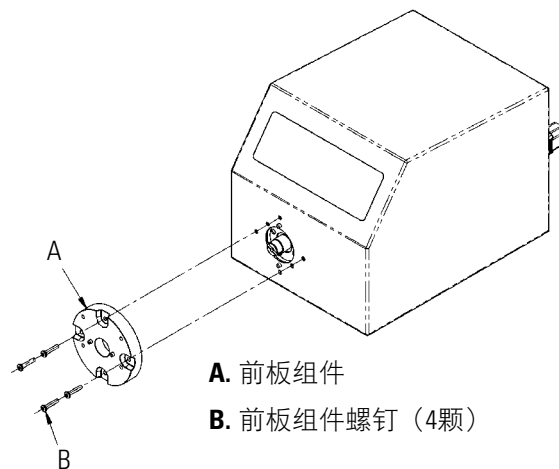

图 4-3 轴封检查
2. 取下将前板组件（参见图4-3中的B部件）与控制台连到一起的四（4）颗螺钉（参见图4-3中的A部件），并从控制台上拔出前板组件。泵安装孔内可安装 #8-32 螺钉，以便用作将板组件拔出的把手。保留 B 部件螺钉供步骤 8 之用。请勿替换螺钉。
8. 按所需的方向将前板组件滑回到轴上，并滑到定位销上。（可选用四种配置之一，每种转开90度。）重新安装步骤 2 中拆下的四（4）颗螺钉（参见图 4-3）。